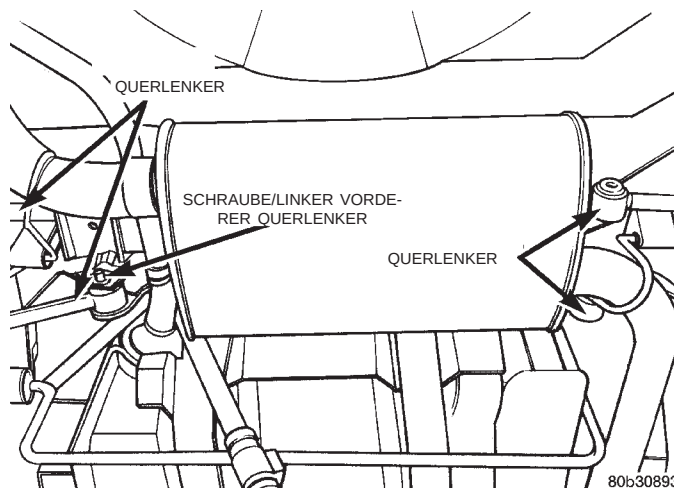

Abb. 30 Befestigung/Querlenker an Hinterachsträger
(1) Tankklappe öffnen. Die drei Befestigungsschrauben des Kraftstoff-Einfüllstutzens ausbauen. Tankdeckel abnehmen.
(2) Fahrzeug anheben. Dazu Unterstellböcke oder eine Hebebühne verwenden, die am Rahmen angesetzt wird (siehe Kapitel 0, "Schmierung und Wartung", Abschnitt "Anheben des Fahrzeugs").
(3) Beide Hinterräder abbauen.
(4) Muttern und Schrauben der vier Querlenker vom Hinterachsträger lösen (Abb. 30). **Die Schraube des linken vorderen Querlenkers kann noch nicht ausgebaut werden. Nur die Mutter abschrauben, die Schraube lässt sich nach dem Absenken des Hinterachstägers leicht herausnehmen.** (Abb. 30). Beachten Sie, dass die vorderen Befestigungsschrauben nach hinten weisen.
ACHTUNG! Die Schrauben, mit denen die vorderen Querlenker am Hinterachsträger montiert werden, müssen beim Einbau mit dem Gewinde nach hinten zeigen (Abb. 30), um bei einem Unfall den Kraftstoffbehälter und die Kraftstoffrohre nicht zu beschädigen. Die Schraube, mit der der linke hintere Querlenker am Hinterachsträger montiert wird, muss beim Einbau mit dem Gewinde nach vorn zeigen, um bei einem Unfall den Kraftstoff-Einfüllstutzen nicht zu beschädigen.